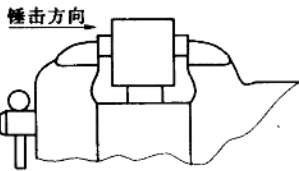

图 1-3 锤击力方向
(4) 用手锤进行强力作业时，锤击力应朝向固定钳身，见图 1-3。否则，易损坏丝杠和螺母。
(5) 螺母、丝杠及滑动表面应经常加润滑油，保证台虎钳使用灵活。